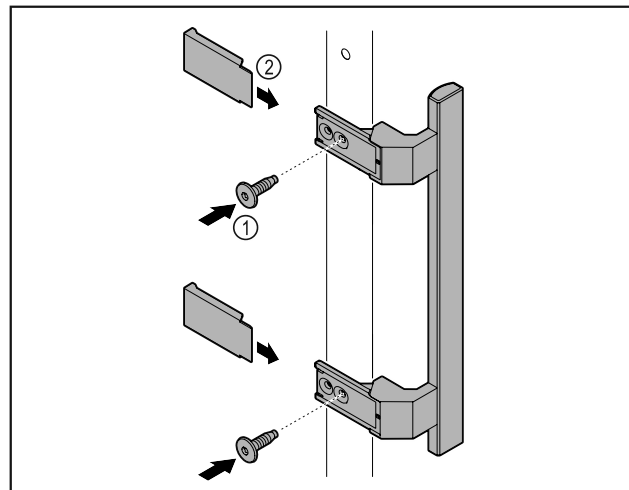

Fig. 2
- ▶ Madlo z přiloženého příslušenství upevněte na dveře pomocí přiložených šroubů Fig. 2 (1).
- ▶ Nasadte kryt Fig. 2 (2).